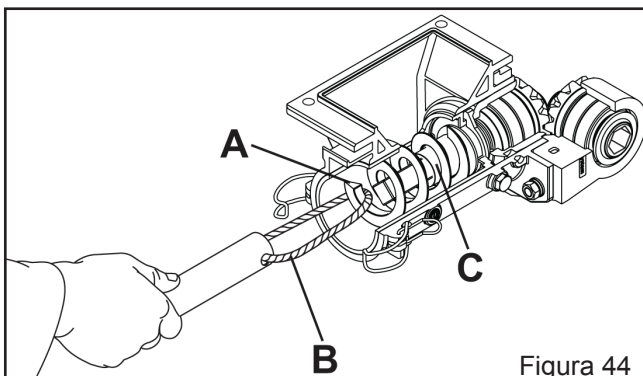

Figura 44
- Puxe o cordão do tubo fixador "B" e retire a rosca sem fim "A", retire também o anel trava "C" (Figura 44).